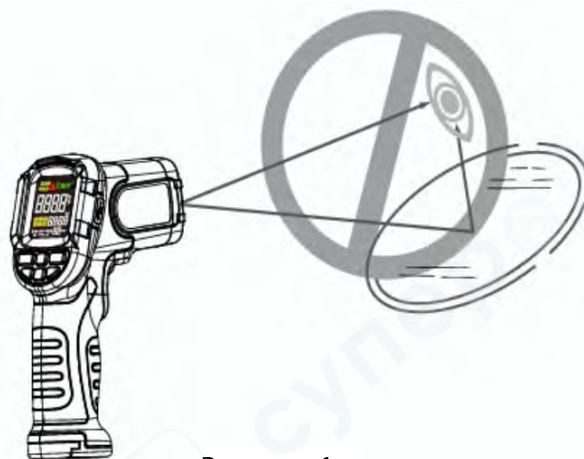

Рисунок 1
- Не направляйте лазерный указатель в глаза или на отражающие поверхности (см. Рисунок 1).